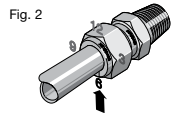

Fig. 2
2. Marque la tuerca en la posición de las 6 en punto. *Fig. 2*